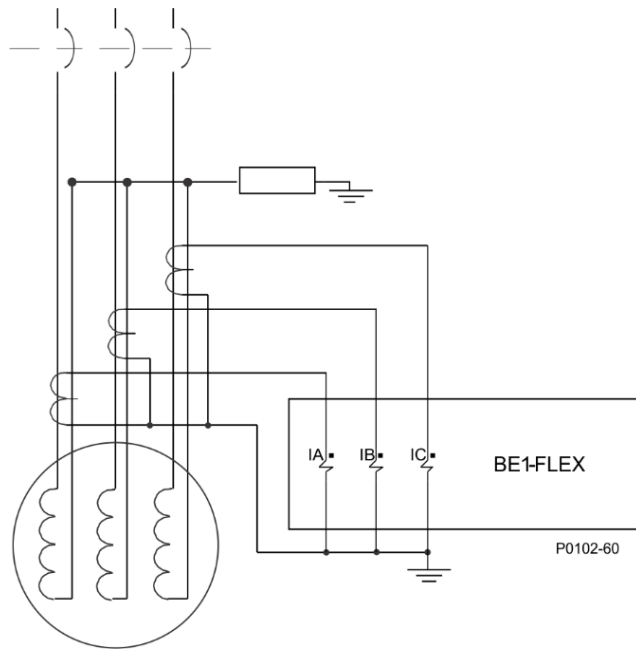

Figura 5-5. Conexiones de CA típicas para diferencial de balance de flujo
- Diferencial de balance de flujo: Figura 5-5